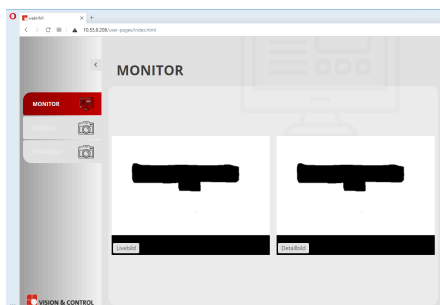
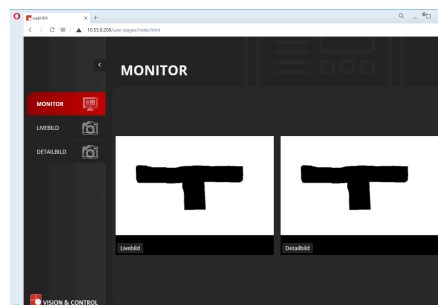

Abb. 1: webHMI Skin "light"
Abb. 2: webHMI Skin "dark"
3. Markieren Sie alle Dateien in dem Ordner ("bild.bmp", "bild1.bmp" und "bild2.bmp"). Bestätigen Sie den Upload mit [Öffnen].